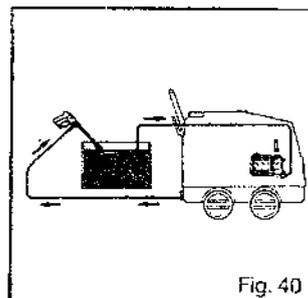

Fig. 40
- 5) Démonter la rallonge de la lance et la plonger dans le récipient en créant ainsi un circuit fermé (fig.40).